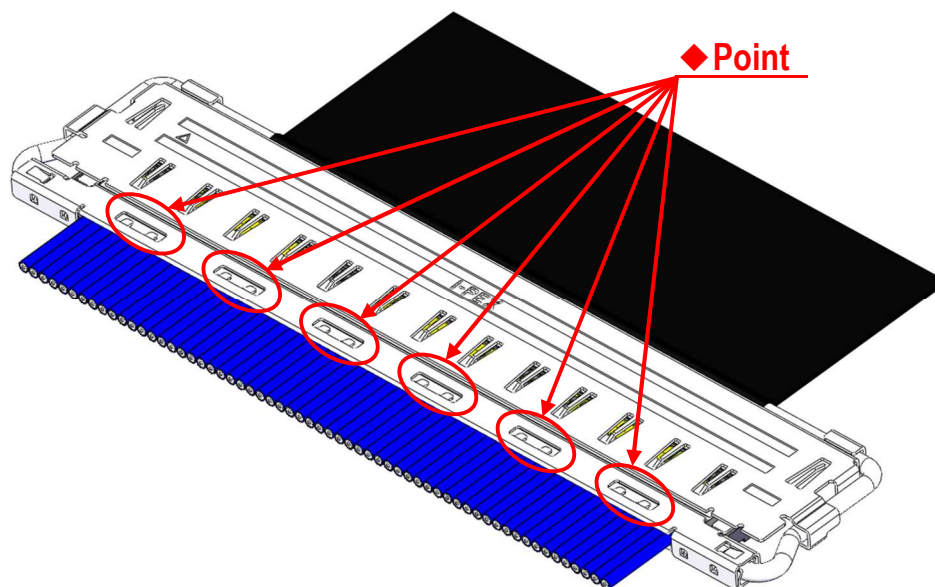

Fig.9 Soldering of SHELL-A and GND BAR
- ④ SHELL A,Bと GND BAR を半田コテにて全箇所半田付けすることを推奨する。 (Fig.9,10◆部)